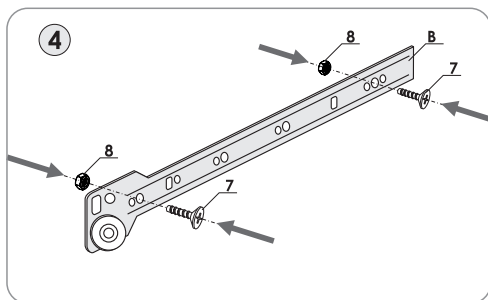

рис. 4.1
- 4.1 Удалите упаковку с направляющих ящика (детали В). В отверстия каждой направляющей вставьте по 2 винта М4х8 и накрутите на них несколько витков гайки М4 (рис.4.1).